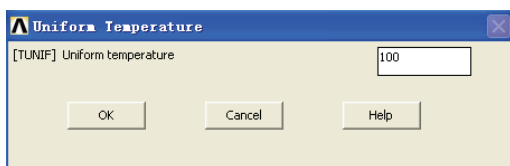

图 6-83 均匀温度载荷设置对话框
7) 选择 Main Menu | Solution | Define Loads | Settings | Uniform Temp 命令, 出现 Uniform Temperature 对话框, 在 [TUNIF] Uniform temperature 输入栏中输入 100, 如图 6-83 所示, 单击 OK 按钮关闭该对话框。